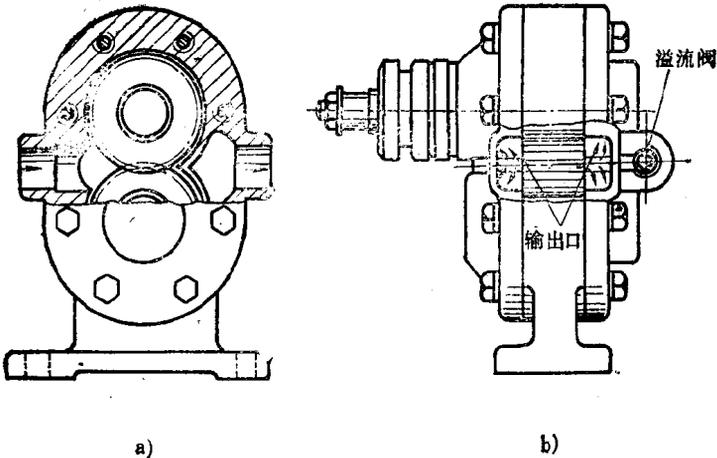

图1-4 侧面排油的泵
1. 侧面排油的泵 如图1-4所示，齿轮啮合处的轴向两侧面是排油口，齿顶面不受排油压力的作用，因此减少了轴承负荷，可提高机械效率。